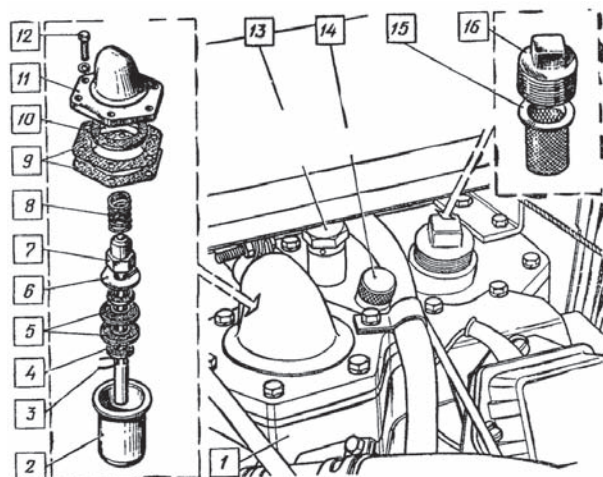

Рис. 1. Промывка масляного фильтра гидронавесной системы.
- отверните болты, крепящие крышку 11 (рис. 1) фильтра;